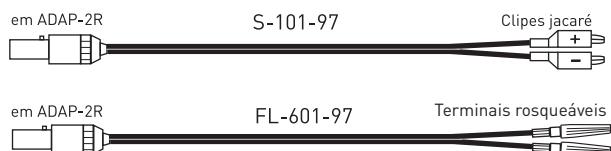

Figura 11: Cabo de uso único da Remington Medical Inc. (apenas EUA)
- O **cabo adaptador ADAP-2R** é um cabo reutilizável para a conexão dos cabos de uso único conforme figura 11 (apenas para EUA) com o Reocor D (usar adaptador Redel).